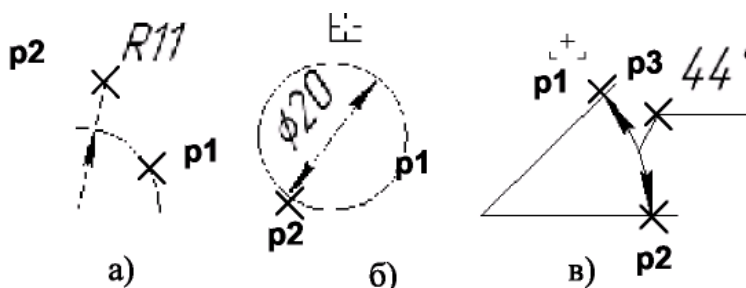

Рис. 2.10 - Нанесение размеров дуги, диаметра окружности и углового размера
2) указать графическим курсором точку на изображении дуги или окружности - точка **p1** (рис. 2.10а, б);
3) указать графическим курсором точку, определяющую положение размерной линии - точка **p2** (рис. 2.10а, б).
- 2) указать графическим курсором точку на изображении первой прямой - точка **p1** (рис. 2.10 в);
- 3) указать графическим курсором точку на изображении второй прямой - точка **p2** (рис. 2.10 в);
- 4) указать графическим курсором точку, определяющую положение размерной линии - точка **p3** (рис. 2.10 в).